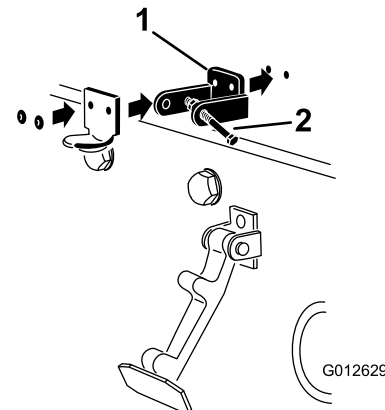

Figura 33
3. Alinee los taladros de montaje y posicione el cierre de seguridad para CE y el cerradero sobre el capó. El cierre de seguridad debe estar en contacto directo con el capó (Figura 33). No retire el conjunto de perno y tuerca del brazo del cierre de seguridad.
5. Remache el seguro de cierre, el cerradero y las arandelas al capó (Figura 33).